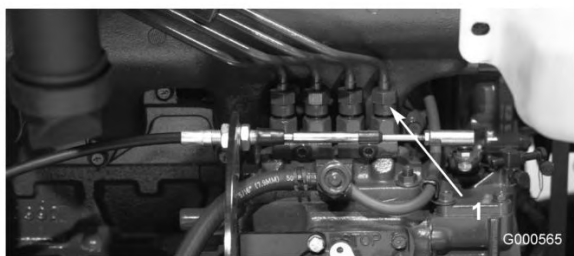

Figura 41
1. Liberte a tubagem que se encontra ligada ao injector nº 1 e à estrutura de suporte da bomba de injeção (Figura 41).